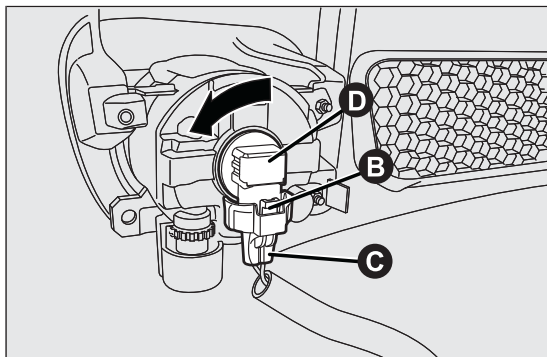

fig. 132
- agir sur l'agrafe B fig. 132 et débrancher le connecteur électrique C ;